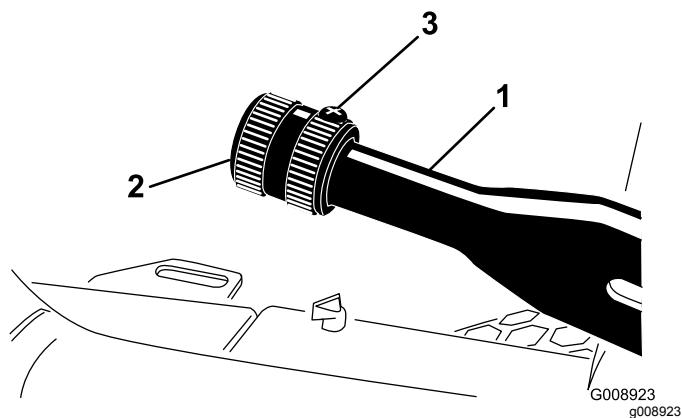

Рисунок 69
1. Ослабьте установочный винт, с помощью которого рукоятка подсоединяется к рычагу стояночного тормоза (**Рисунок 69**).